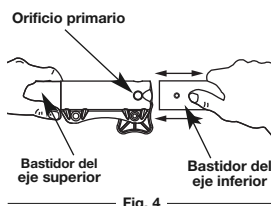

Fig. 4
- Mientras sostiene el bastidor del eje superior con firmeza, tire del accesorio de corte u accesorio en línea recta fuera del acoplador EZ-Link™ (Fig. 4)
- Mientras sostiene el accesorio con firmeza, empújelo en línea recta en el acoplador EZ-Link™ (Fig. 4).